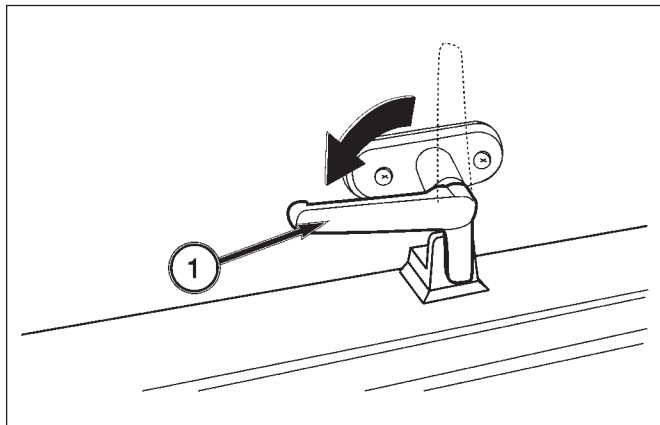

FIG. 5-99
FIG. 5-99: Pour fermer la lunette arrière, tirez-la vers vous avec la poignée en position déverrouillée jusqu'à que la vitre puisse être verrouillée. Tournez la poignée de 90 degrés dans le sens antihoraire (1) pour verrouiller la vitre.